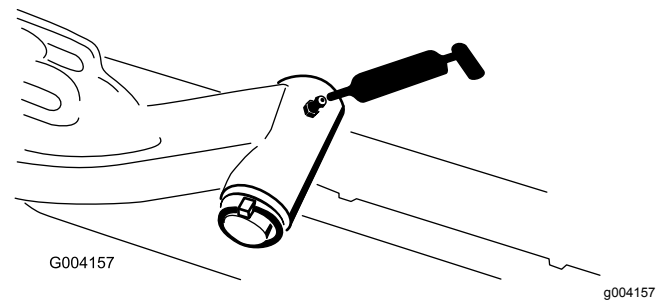

Bild 77
- Hubarmgelenkwelle (1) (Bild 77)